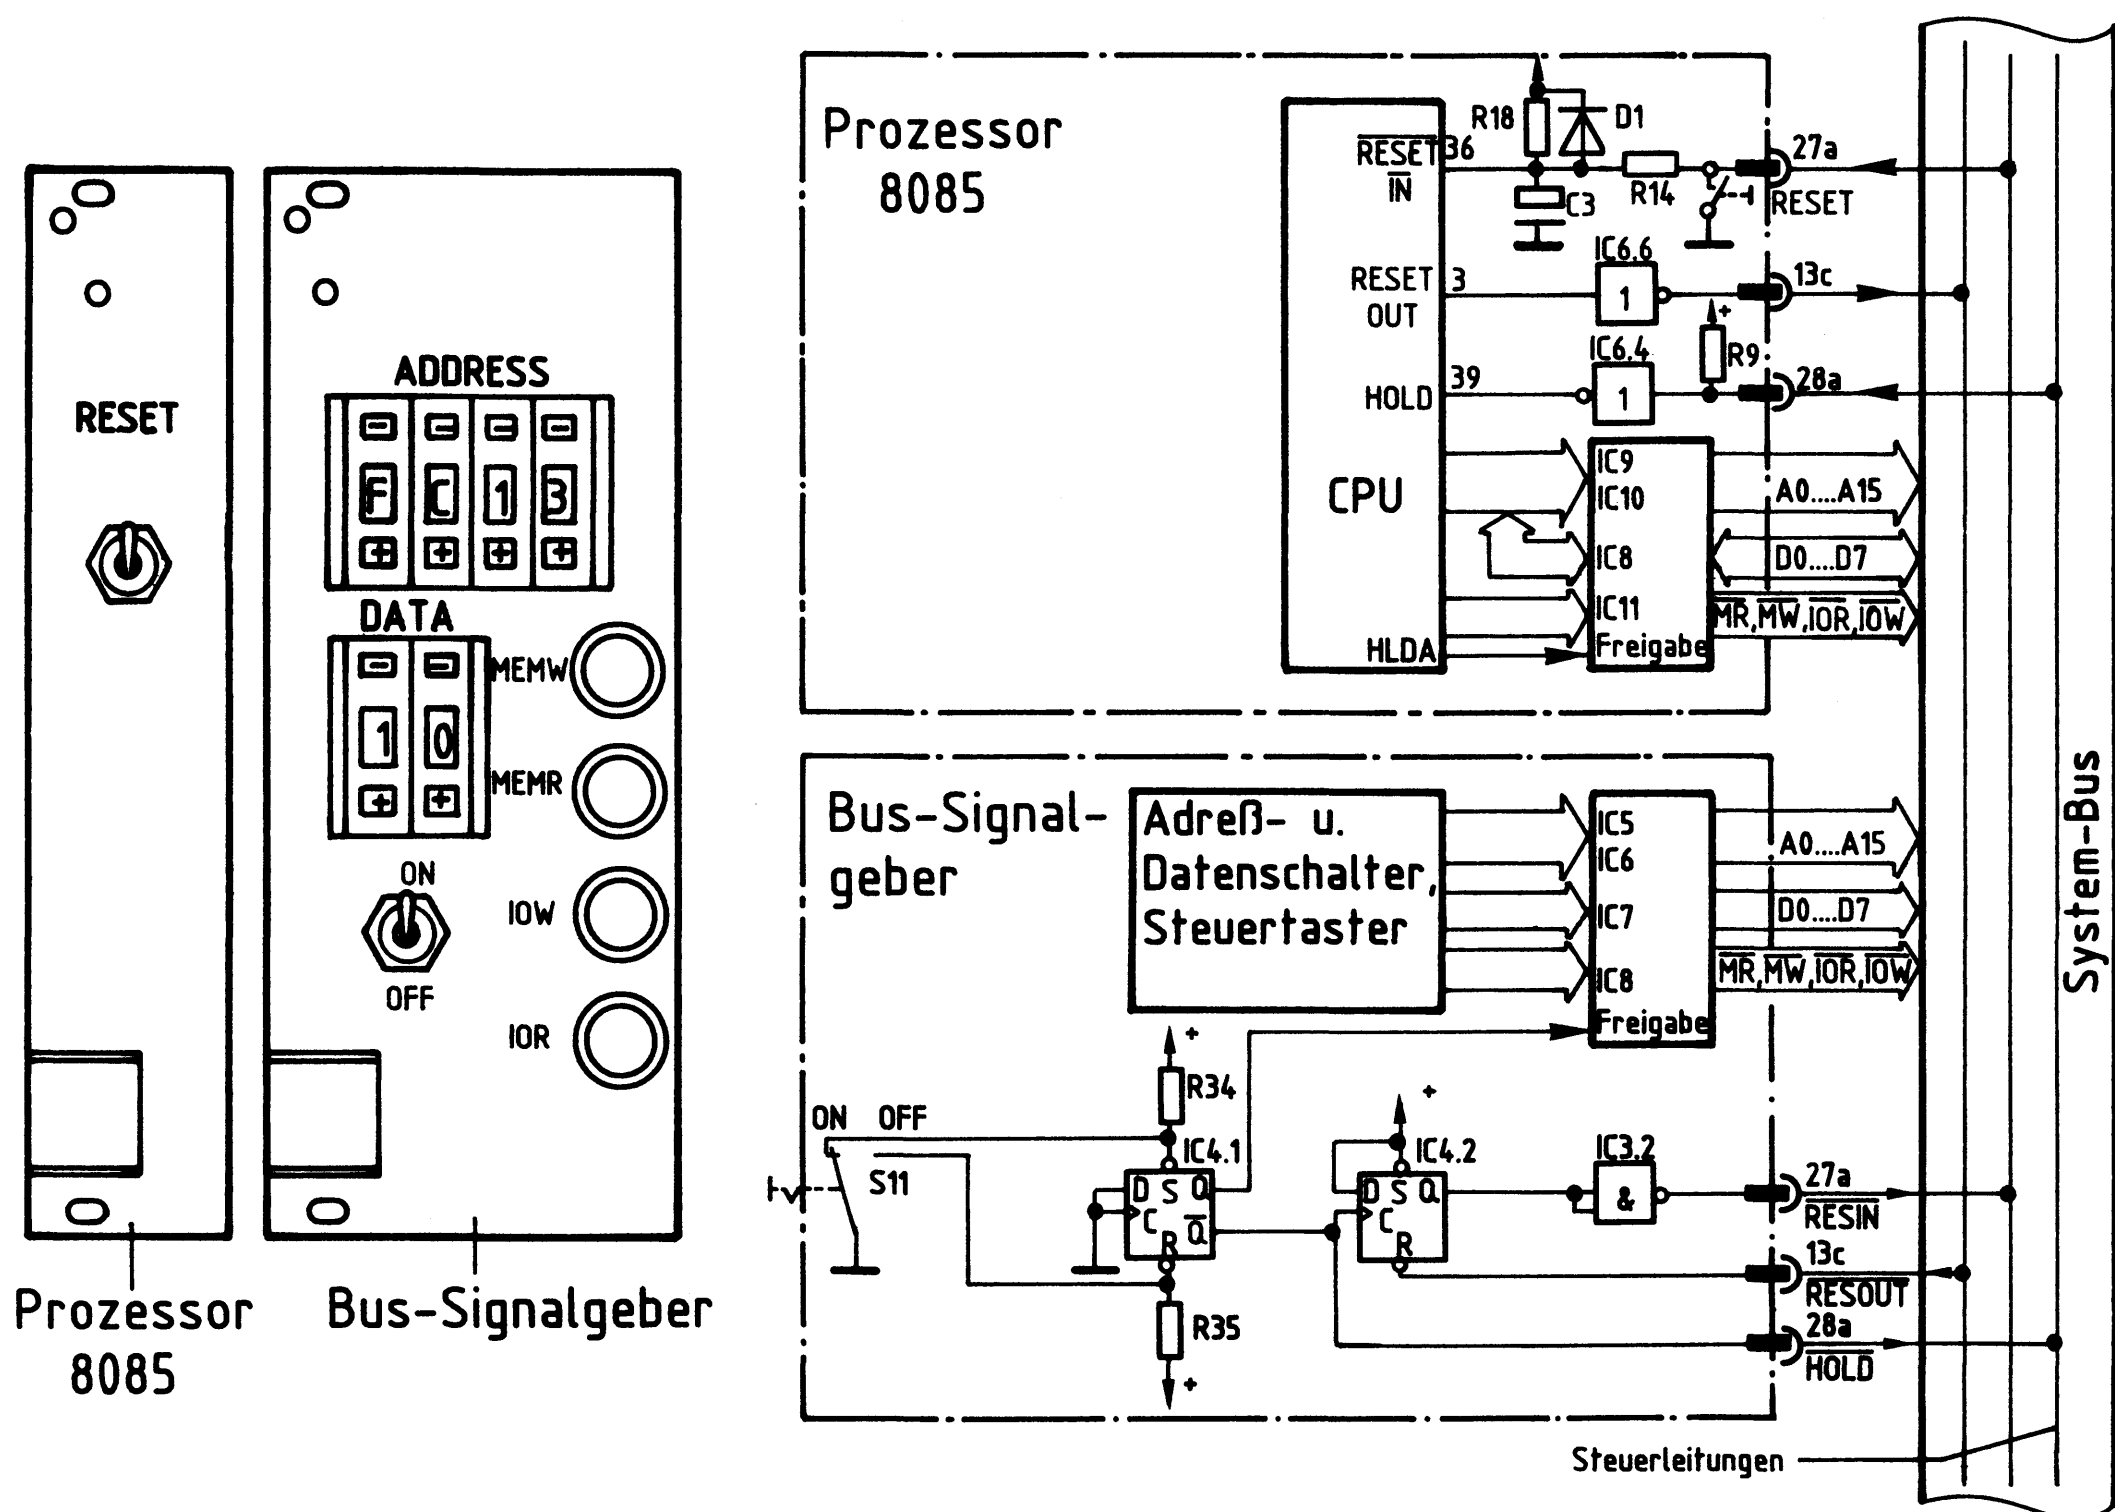

Bild 12: Frontplattenansichten und Blockschaltbilder der Baugruppen "Prozessor 8085 und Bus-Signalgeber".
#### 3.3.1. Das Zusammenwirken der Baugruppen "Prozessor 8085" und "Bus-Signalgeber" (siehe Bild 12)
- ON/OFF-Schalter in Stellung ON (siehe Bild 12):